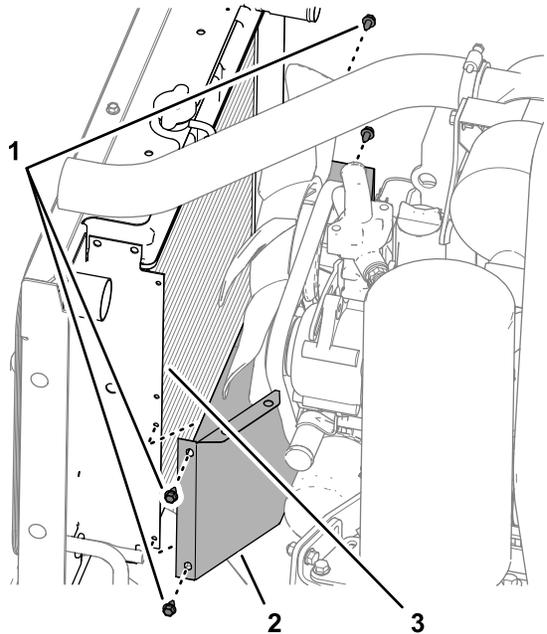

Figure 19
2. Retirez les 4 vis à embase (1/4" x 1/2") qui fixent le carénage inférieur de ventilateur à la bride du radiateur, et déposez le carénage de la machine (Figure 19).